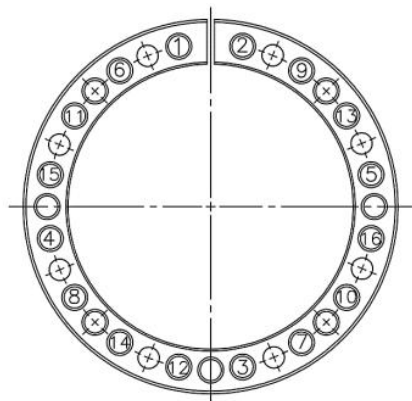

Fig. 2 - Sequência de aperto de montagem
8. Com um torquímetro aferido, regule o torque inicial de aperto para $\frac{1}{4}$ do torque recomendado em catálogo para o aperto dos parafusos. Obedeça a sequência de aperto da Fig. 2 e aperte os parafusos em cruz, começando pelos parafusos próximos ao rasgo;